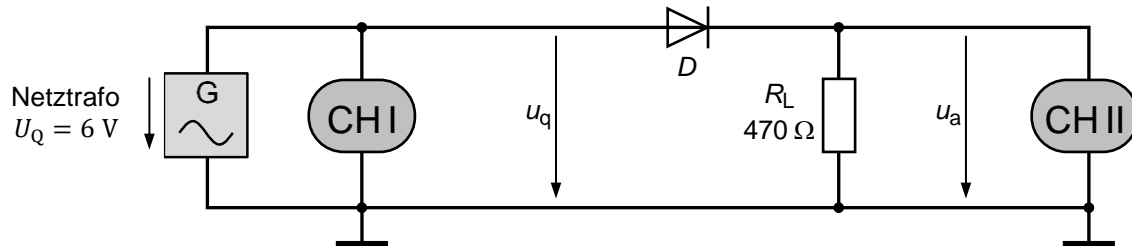

Bild 2-10: Versuchsaufbau zur Einweggleichrichtung
b) Bild 2-10 auf Seite 2-6 zeigt einen Versuchsaufbau mit einer **Diode zur sog. Einweggleichrichtung**. Die Eingangsspannung u_q des Gleichrichters hat einen sinusförmigen Verlauf: